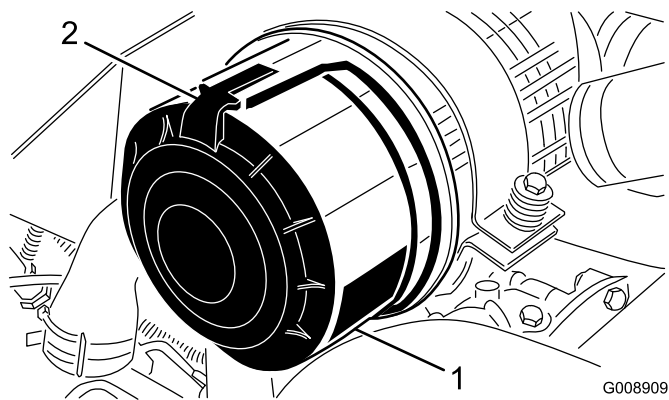

Figura 43
1. Rilasciate i fermi che fissano il coperchio del filtro dell'aria al relativo corpo (Figura 43).